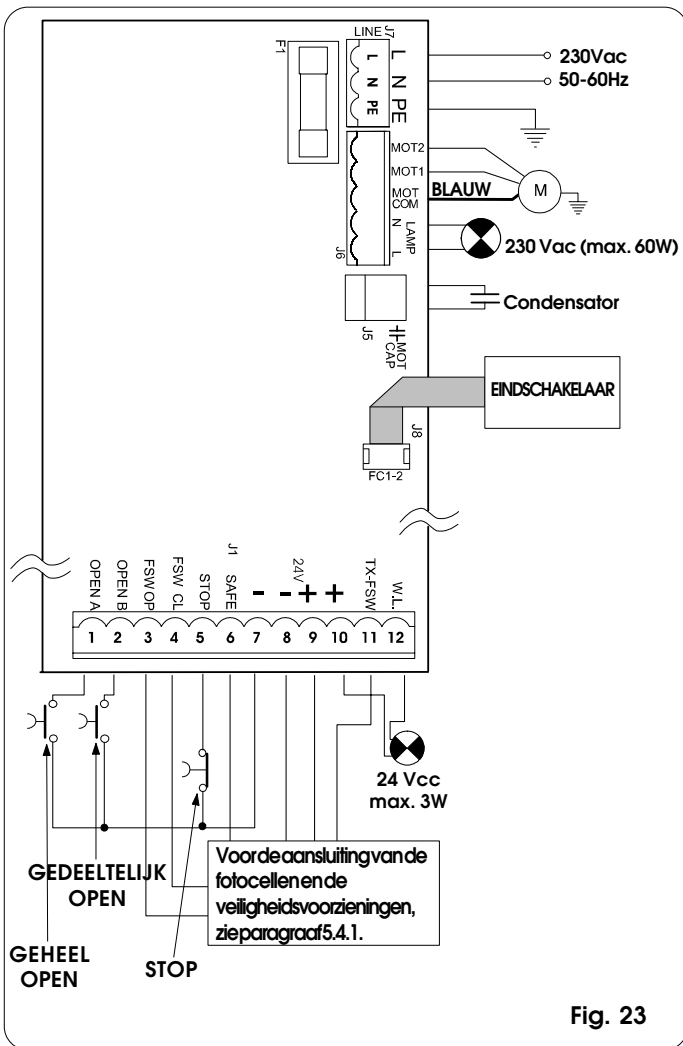

Fig. 23
5.4.2. Klemmenbord J7 - Voeding (fig. 23)
5.4.3. Klemmenbord J6 - Motoren en waarschuwingslamp (fig. 23)
5.4.4. Klemmenbord J1 - Accessoires (fig. 23)